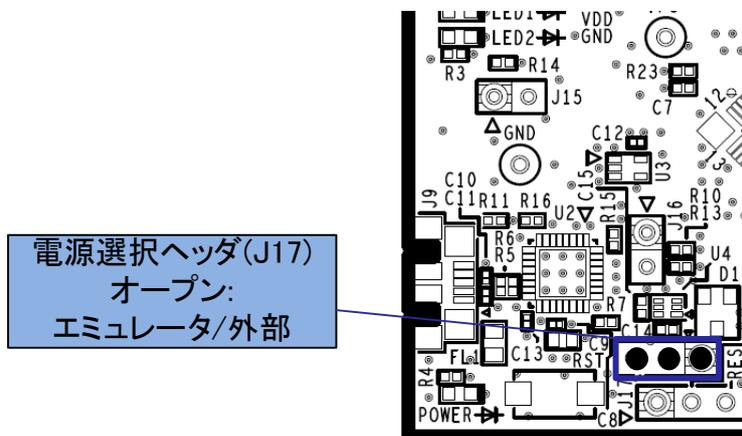

図 5-7: エミュレータ/外部電源使用時のヘッダ設定(部品面)
- ・ J17 オープン：エミュレータ/外部電源供給を選択。(図 5-7)